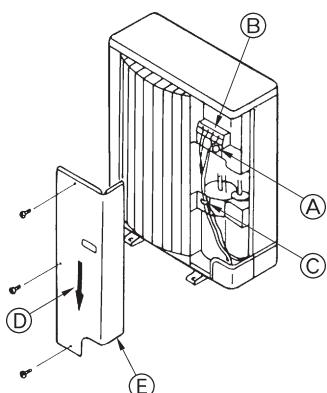

Fig. 6-2
- (A) Binnenapparaat
- (B) Buitenapparaat
- (C) Afstandsbediening
- (D) Hoofdschakelaar/zekering
- (E) Aarding
- (F) Hoofdschakelaar/zekering voor Elektrische verwarming
- (G) Aarding voor de Elektrische verwarming
6.2. Bedrading buitenapparaat (Fig. 6-2)